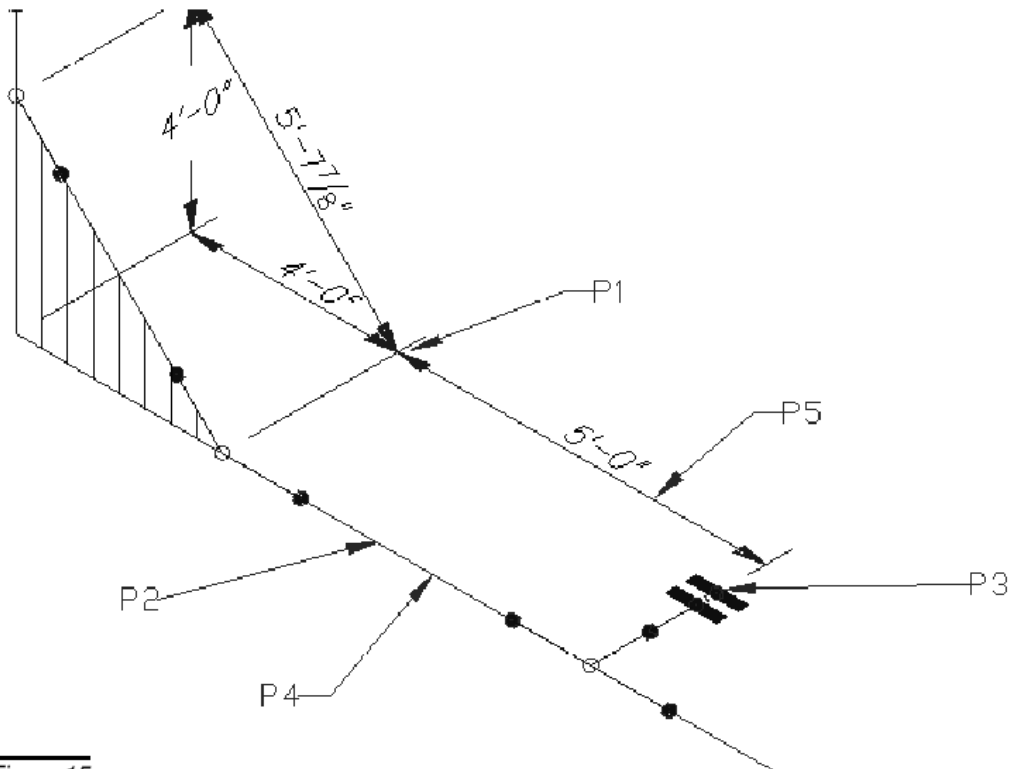

Figure 15
**Señala [Iso] en el menú "ANNOTATION" – "Dimension" (mira la Figure 15):**